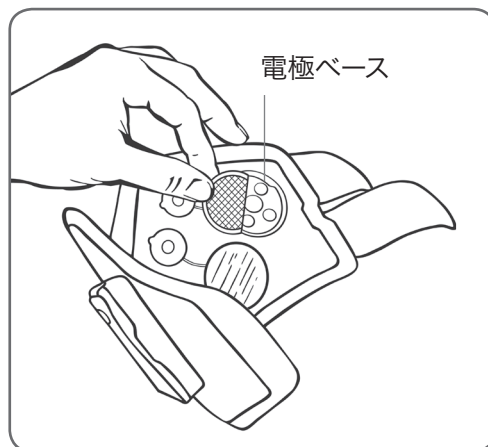

図 19 : 電極ベースから電極を取り出しているところ
2. 電極ベースから古い電極を徐々に取り出します。電極ベースが FS カフからはがれないよう十分注意してください(図 19 を参照)。